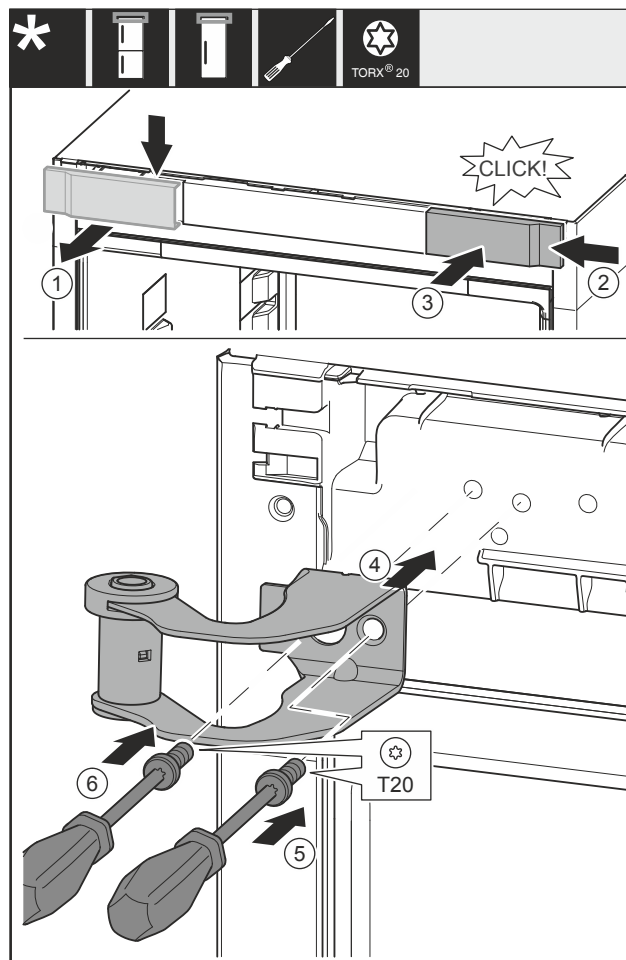

Fig. 12
- Odeberte kryt Fig. 12 (1) shora dopředu.
- Kryt Fig. 12 (2) otočený o 180° zavěste na druhé straně zprava.
- Zaklapněte kryt Fig. 12 (3).
- Nasadte horní stojan ložiska Fig. 12 (4).
- Utáhněte šroub Fig. 12 (5).
- Utáhněte šroub Fig. 12 (6).